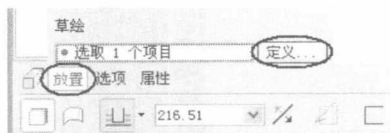

图1-3 拉伸特征选项
2. 选择菜单栏中的【插入】/【拉伸】命令，在如图 1-3 所示的拉伸特征操作栏